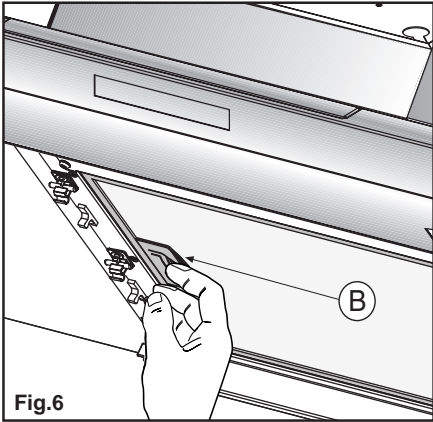

Fig.6
- Prima di procedere con le operazioni di montaggio, per una più facile manovrabilità dell'apparecchio disinserire il filtro antigrasso B (Fig.6).
Tirare la maniglia **B** come indicato in fig. 6.
Tirare la maniglia **B** come indicato in fig.6.